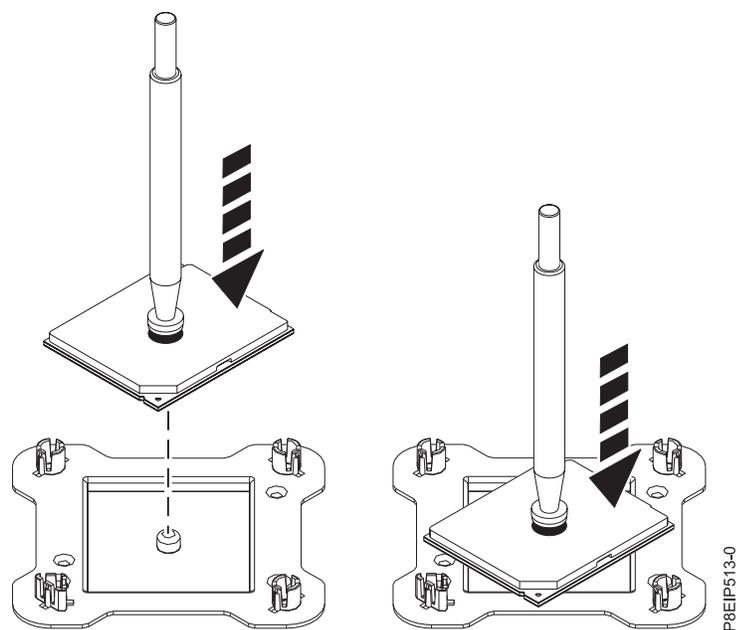

図 80. パッケージのトップ・カバーにプロセッサを斜めに置く
9. 真空ペンを持って、ペンとシステム・プロセッサ・モジュールをソケットから持ち上げます。それらをシステム・プロセッサ・モジュール・パッケージのトップ・カバーに斜めに置きます (図 80 を参照)。システム・プロセッサ・モジュールのパッケージを、システム・プロセッサ・モジュールのトップ・カバーに斜めに据え付けると、システム・プロセッサ・モジュールの再取り付け後に、持ち上げてパッケージに入れやすくなります。